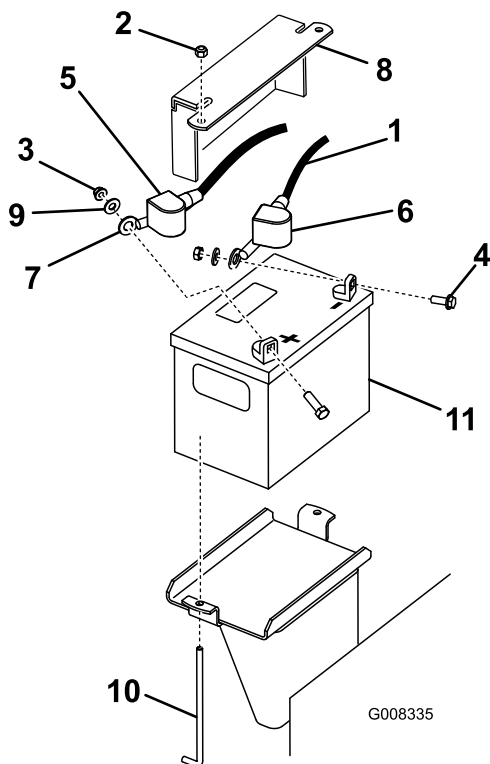

Figura 37
3. Levante la cubierta de goma negra del cable negativo. Desconecte el cable negativo del borne negativo (-) de la batería (Figura 37).
4. Retire el protector de borne rojo del borne positivo (+) de la batería y, a continuación, retire el cable positivo (rojo) (Figura 37).
5. Retire la pletina de sujeción, los pernos en J y las contratuercas que sujetan la batería (Figura 37) y retire esta última.
1. Usando las fijaciones que retiró anteriormente, conecte el cable positivo (rojo) al borne positivo (+) de la batería (Figura 37).
3. Usando las fijaciones que retiró anteriormente, conecte el cable negativo (negro) al borne negativo (-) de la batería (Figura 37).
4. Sujete la batería con la barra y las tuercas de orejeta (Figura 37).